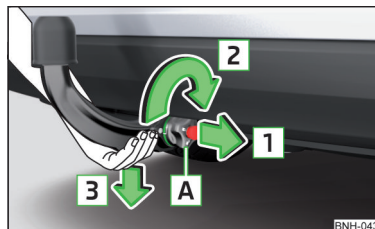

Fig. 219
- › Prindeți tija cuplei **din partea de jos** » fig. 219.